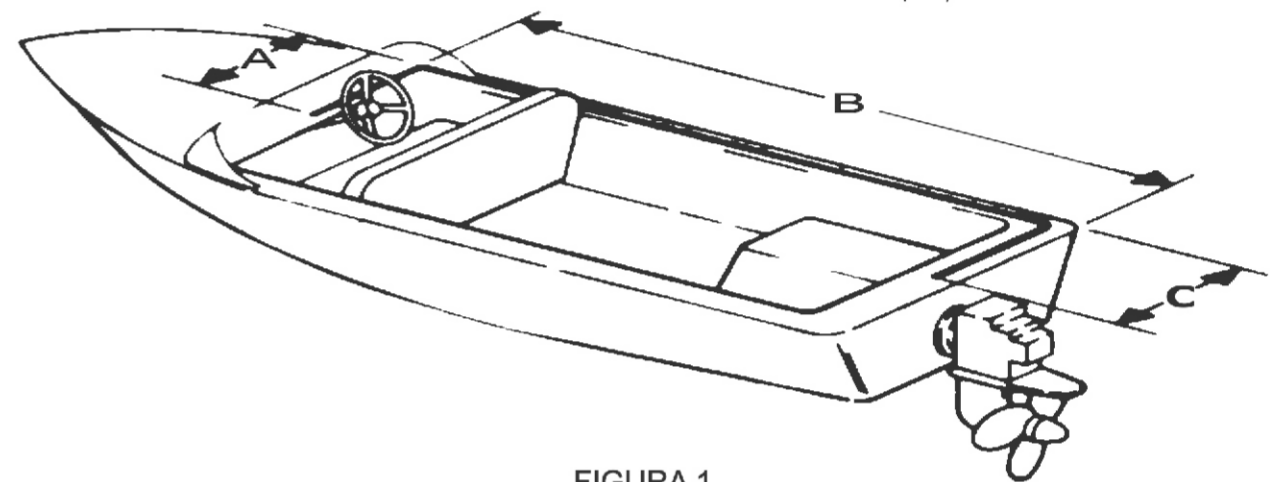

FIGURA 1
- 2.3 Después de determinar el recorrido del cable, mida el largo necesario desde el centro del volante hasta el centro del espejo (Ver Figura 1)
- 2.4 Calcule la longitud del cable necesario usando la siguiente fórmula: A+B+C- (100 mm) por cada curva de 90° = largo aproximado. (Figura 1)